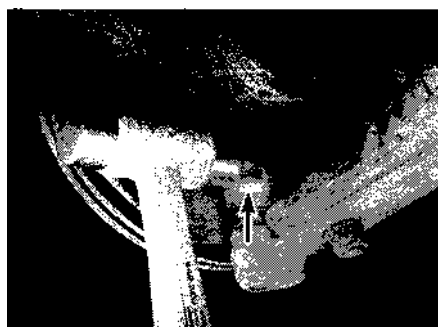

Рис. 5.5. Отверните стяжной болт (показан стрелкой) и гайку, затем выньте палец шаровой опоры из поворотного кулака
- 5 Отверните стяжной болт и гайку крепления поворотного кулака к шаровой опоре (см. рис. 5.5) и отсоедините шаровое соединение от поворотного кулака.
- 2 Отверните стяжной болт и гайку крепления поворотного кулака к нижней шаровой опоре. Отсоедините шаровую опору от поворотного кулака (см. рис. 5.5).
- 6 Отверните гайку и стяжной болт крепления поворотного кулака к шаровой опоре (см. рис. 5.5). Отсоедините опору от поворотного кулака.